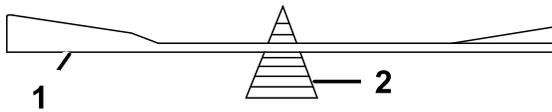

Figura 35
2. Verifique el equilibrio de la cuchilla colocándola sobre un equilibrador de cuchillas (Figura 35).